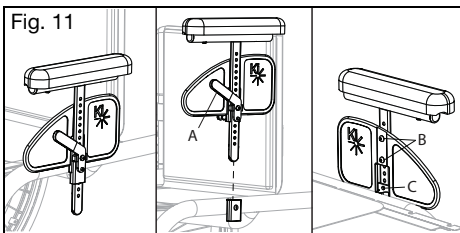

Fig. 11
- a. Inserte el apoyabrazos en el alojamiento en el chasis lateral. Asegúrese de que el pasador de la palanca enganche en el alojamiento (Fig. 11).
- a. Empuje la palanca (Fig. 11:A) hacia el panel de protección lateral para liberar el pasador del alojamiento.
- b. Quite dos tornillos de 6 mm de los protectores laterales (Fig. 11:B).
- c. Quite el tornillo M4 (Fig. 11:C) del tope del bastón de protección lateral a través del bastón de protección lateral, pero no lo retire por completo. El tornillo puede permanecer en el conjunto de palanca. Repítalo en el otro brazo.
- d. Restaure a la posición deseada el tope del bastón y el grupo de la palanca en el bastón de protección lateral. Vuelva a apretar el tornillo M4 (Fig. 11:C). Repítalo en el otro brazo.
- e. Ponga el protector lateral en la posición deseada y coloque de nuevo los dos tornillos de 6 mm (Fig. 11:B) para fijar el protector lateral en su posición. Apriete dos tornillos de 6 mm. Repita en el brazo opuesto.
- f. Vuelva a colocar los conjuntos de los apoyabrazos en el alojamiento (Fig. 11).